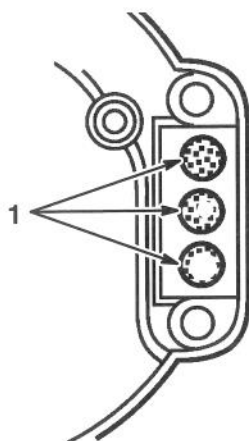

Figure 37
6. Faire tourner le vilebrequin jusqu'à ce que les pistons couvrent les trous d'échappement (Fig. 37).